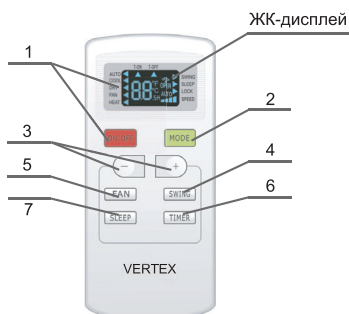

рис.5.1
5.1 Пульт управления (рис. 5.1)
- Для управления кондиционером применяется инфракрасный дистанционный пульт (рис. 5.1).
- Не роняйте и не ударяйте пульт, а также не оставляйте его под прямыми солнечными лучами. Комментарии к рис. 5.1 см. таблицу 5.1.